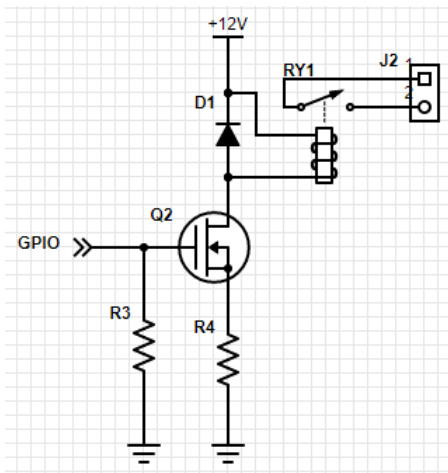

Figura 3. Circuito para Interface de Controle de relê
2) *Controle Relê*: O circuito da interface de saídas digitais para controle do relê está apresentado na Figura 3 a seguir.